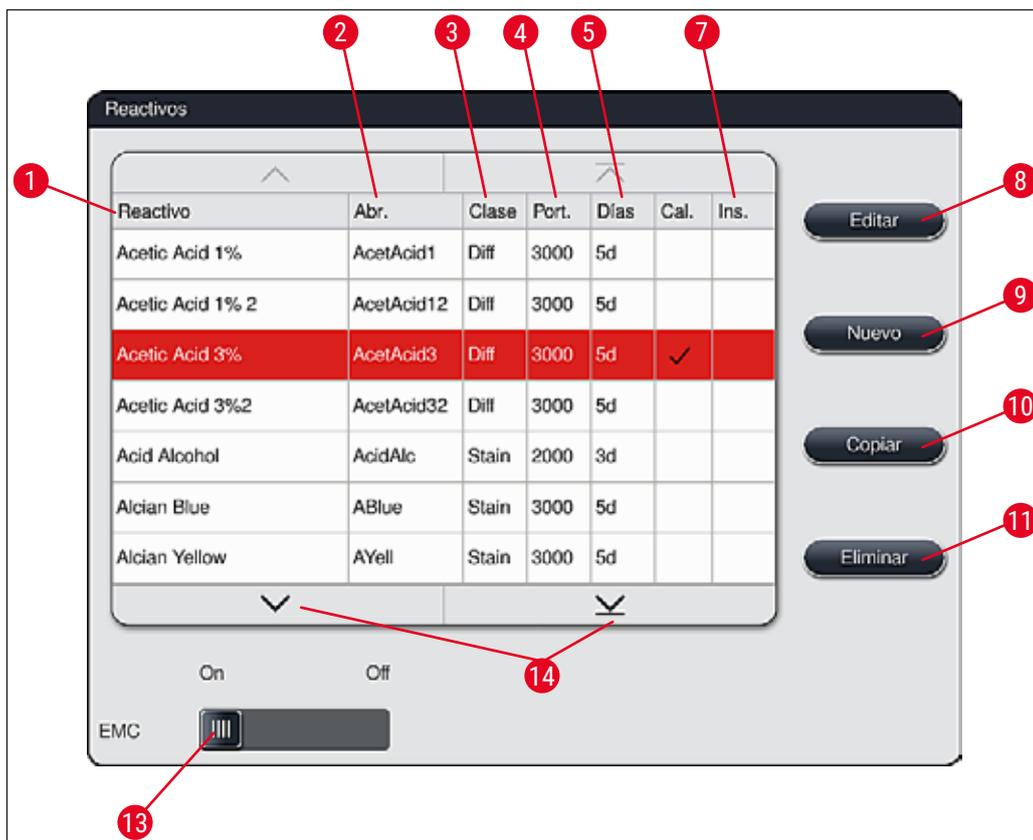

Fig. 36
- Seleccione el reactivo adecuado que desee de la lista de reactivos (→ "Fig. 36") tocando y pulsando el botón **Copiar** (→ "Fig. 36-10") .
- Seleccione el reactivo adecuado que desee cambiar de la lista de reactivos (→ "Fig. 36") tocándolo y pulsando el botón **Editar** (→ "Fig. 36-8") .